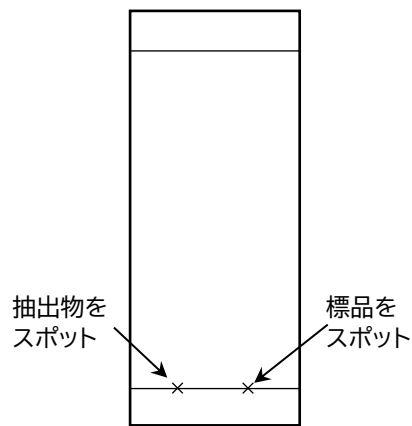

図6 TLC プレート
(4) 抽出物の同定
- ① TLC プレートの上下 5mm のところに鉛筆で線を引く。TLC プレートはピンセットで扱い、コーティング面を手で触れないように注意する。
- ② 下の線の上に鉛筆で2ヶ所×印をつける。(図6)
- ③ レモン試料の抽出物にアセトンを少量加え、抽出物を溶解させる。
- ④ 抽出物のアセトン溶液にパスツールピペットの先をつけ、先端部1cm ほどまで溶液を留まらせる。
- ⑤ TLC プレートの×印のうちの1つにパスツールピペットの先をつけ、溶液を TLC プレートに染み込ませる。
- ⑥ リモネン(標品)のアセトン溶液にパスツールピペットの先をつけ、先端部1cm ほどまで溶液を留まらせる。
- ⑦ TLC プレートの×印のうちのもう1つにパスツールピペットの先をつけ、溶液を TLC プレートに染み込ませる。